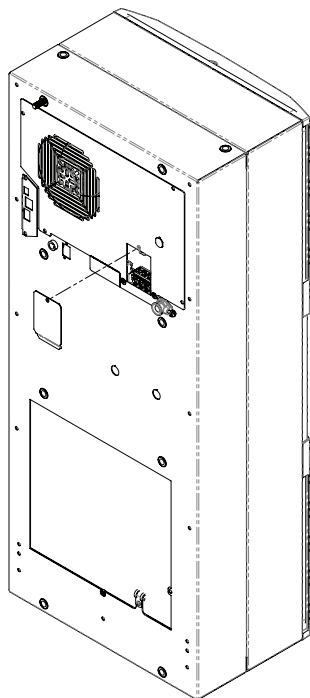

Figura 9
1. Allentare la vite sul pannello di accesso dell'evaporatore e rimuovere il pannello di accesso dell'alimentazione. Vedere Figura 9.